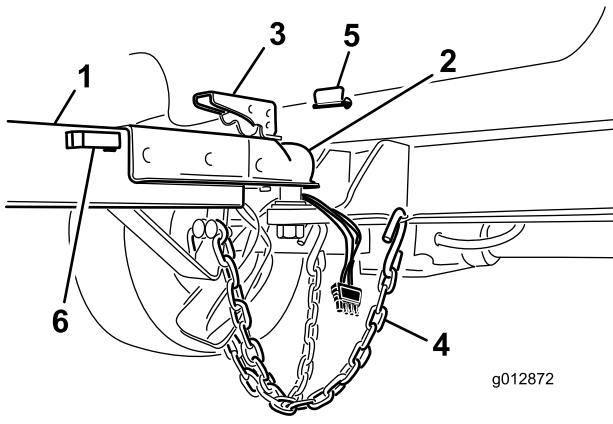

Bild 8
5. Bewahren Sie den Kabelbaumstecker im Halter des Anbauvorrichtungsrohrs auf (Bild 8).
2. Heben Sie den Kupplungshebel an der Anhängerkupplung an und senken Sie ihn auf die Kugel der Anbauvorrichtung ab (Bild 8).
4. Setzen Sie den Pin ein, um den Kupplungshebel zu arretieren (Bild 8).
5. Überkreuzen Sie die Sicherheitsketten und befestigen Sie diese in den Löchern an der Anbauvorrichtung (Bild 8).